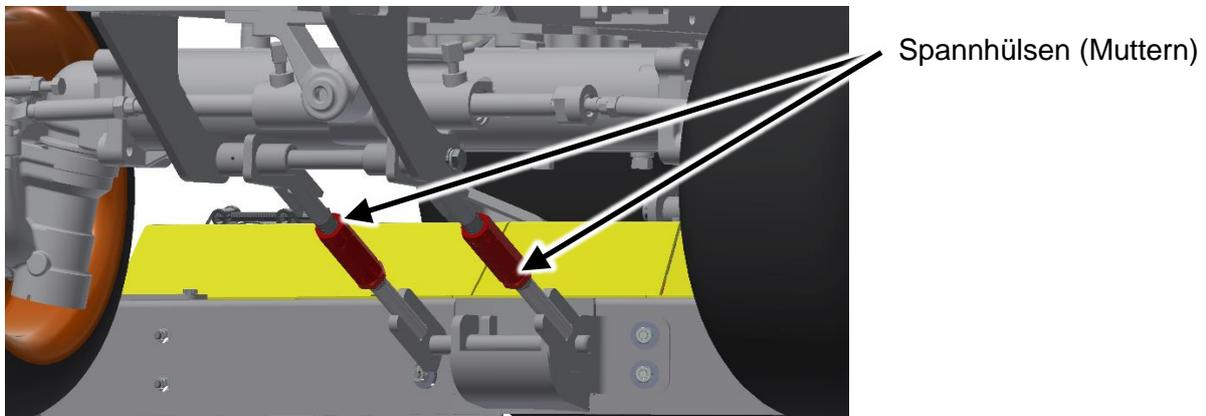

Abbildung 32 : Mähwerk an Frontbügel einstellen
- Neigung einstellen: anhand der Spannhülsen des Frontbügel. siehe Abbildung 32